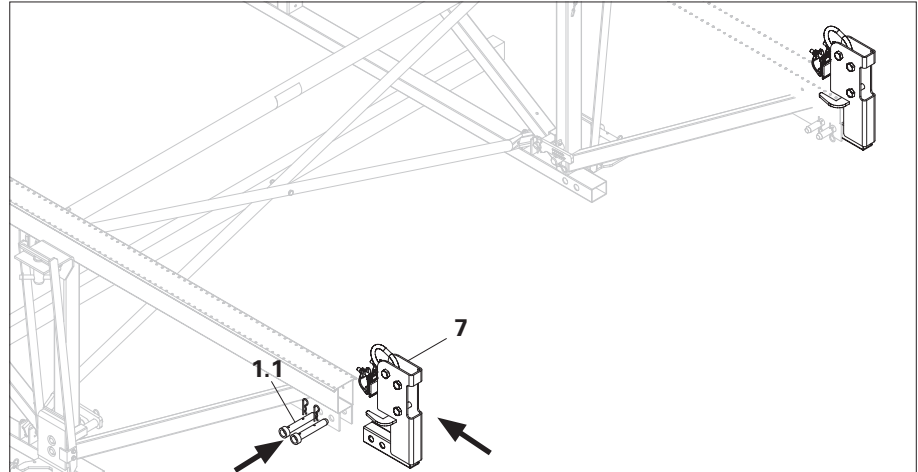

Fig. A2.14
2. Insérez l'Anneau de Levage dans la Poutrelle à Treillis (1) et fixez-le avec la tige de blocage et la goupille fendue (1.1). (Fig. A2.14)